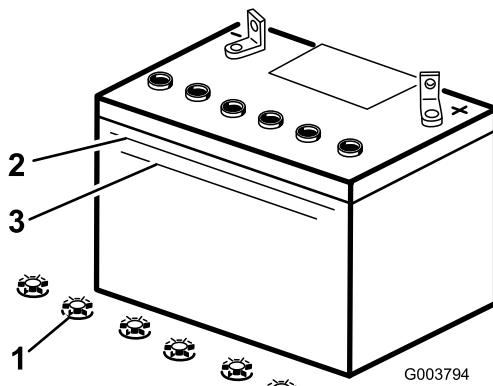

Figura 41
3. Osservate il fianco della batteria. L'elettrolito deve raggiungere la linea superiore (Figura 41). Non lasciate scendere l'elettrolito sotto la linea inferiore (Figura 41).
- Togliete i tappi di rifornimento dalla batteria (Figura 41).
- Aggiungete lentamente acqua distillata in ogni elemento della batteria finché l'elettrolito non raggiunge la linea superiore (Figura 41) sulla scatola della batteria.
- Attendete 5 o 10 minuti dopo avere riempito gli elementi della batteria. All'occorrenza, aggiungete acqua distillata finché l'elettrolito non raggiunge la linea superiore (Figura 41) sulla scatola della batteria.